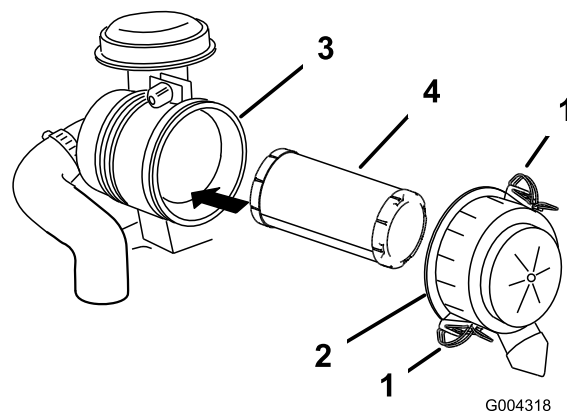

Figure 27
3. Ouvrez les attaches du filtre à air et enlevez le couvercle du corps du filtre (Figure 27).
5. Sortez l'élément filtrant du corps du filtre avec précaution (Figure 27). Évitez de cogner l'élément à l'intérieur du corps.
2. Insérez l'élément filtrant dans le corps du filtre avec précaution (Figure 27).
3. Reposez le couvercle du filtre à air, le côté portant l'inscription **UP** en haut, et fermez les dispositifs de verrouillage (Figure 27).